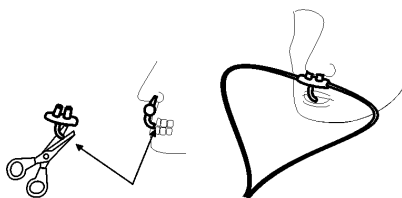

Figura 7
a. Posizionare la cannula sul paziente come illustrato nella figura 7.
b. Verificare la lunghezza dell'estremità della cannula orale, che dovrebbe estendersi dietro i denti ed essere sistemata all'interno della bocca (vedere la figura 7).